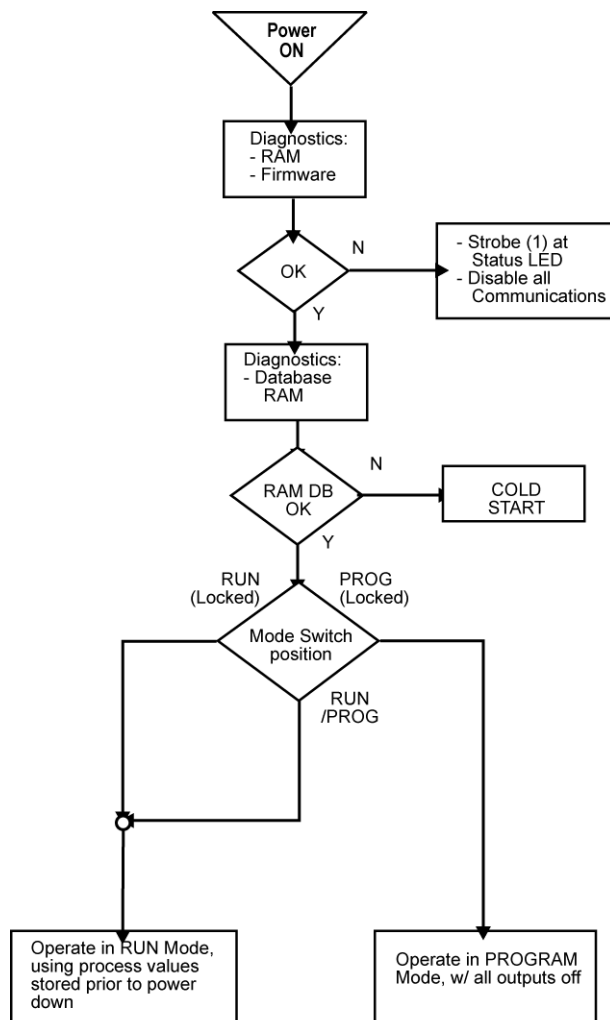

Figure 78 – Opération de démarrage à chaud
Un démarrage à chaud est une relance de la stratégie de régulation à l'aide de données dynamiques stockées dans la mémoire RAM protégée par batterie ; l'objectif de cette relance est la reprise de l'action de régulation à l'endroit exact auquel elle s'était arrêtée. Dans la procédure de démarrage à chaud (représentée par le flux principal de la Figure 78), le test de diagnostic démontre l'intégrité du matériel, du logiciel et de la base de données de configuration, ce qui produit un démarrage à chaud automatique de la régulation de procédé. L'action de régulation reprend à l'endroit exact où elle avait été interrompue avant la coupure de courant.
- après une coupure de courant, lorsque le diagnostic réalisé indique que le matériel et le logiciel du contrôleur sont intacts, mais que le contenu de la base de données stocké dans la mémoire RAM est altéré (voir Figure 78) ;